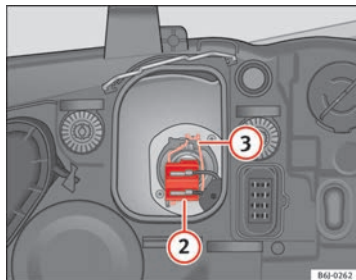

Fig. 153 Luz de cruce
- Extraiga el conector ⇒ fig. 153 ② de la lámpara.
- Desenganche el resorte retentor ⇒ fig. 153 ③ presionándolo hacia dentro y a la derecha.